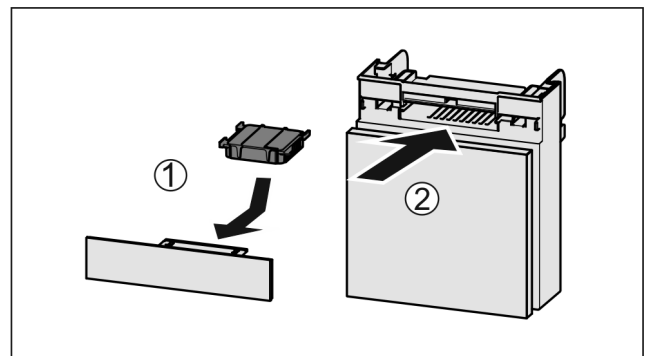

Fig. 144
- Inserire il vano Fig. 144 (2).